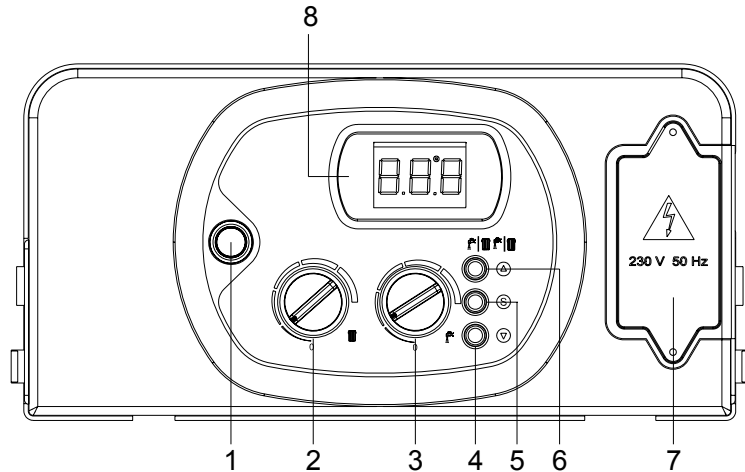

fig.24
- Appuyer sur le bouton poussoir 1 marche/arrêt (marche). (fig.24)
Pour commuter la chaudière sur « ÉTÉ », agir sur la touche 6 (fig.24) et sélectionner ainsi la fonction sanitaire. En mode “ÉTÉ”, le symbole  s'allume sur l'afficheur du tableau de commande.
Pour commuter la chaudière sur « HIVER », agir sur la touche 6 (fig.24) et sélectionner ainsi la fonction chauffage. En mode “HIVER”, le symbole  s'allume sur l'afficheur du tableau de commande.
Pour commuter la chaudière en fonctionnement ÉTÉ-HIVER, agir sur la touche 6 (fig.24) et sélectionner la fonction chauffage/eau chaude sanitaire. Le fonctionnement ÉTÉ-HIVER se reconnaît à l'allumage simultané des symboles  sur l'afficheur du tableau de commande.
Le réglage de la température s'effectue au moyen du bouton 2 (fig.24) :
Le réglage de la température s'effectue au moyen du bouton 3 (fig.24) :